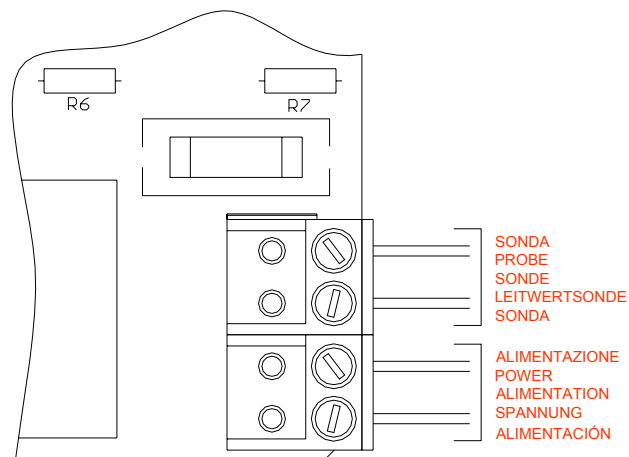

Fig. 3
- reconnecter la borne au circuit électrique et monter la partie avant de la pompe à l'aide des vis de fixation; pour le câblage voir fig. 3.